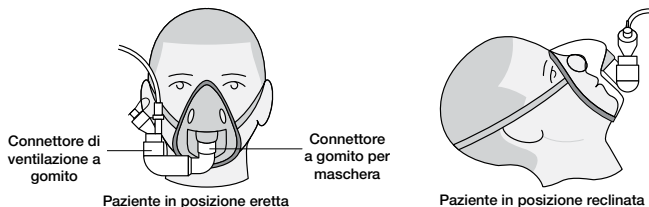
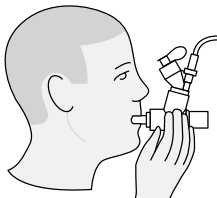

Figura 13. Collegamento a una maschera
Figura 14. Collegamento a un boccaglio
Nota: Per l'uso con altri accessori, fare riferimento a Figura 13, Figura 14 e Figura 15.
2. Ruotare il connettore di ventilazione a gomito per adattarlo alla posizione del paziente (Figura 13).
Per l'uso con boccaglio collegare il nebulizzatore all'elemento a T, quindi collegare l'elemento a T al boccaglio spingendo in modo deciso i pezzi insieme come mostrato in Figura 14.
Avvertenza: Per assicurare una nebulizzazione corretta, tenere il nebulizzatore in posizione verticale (Figura 13 e Figura 14).